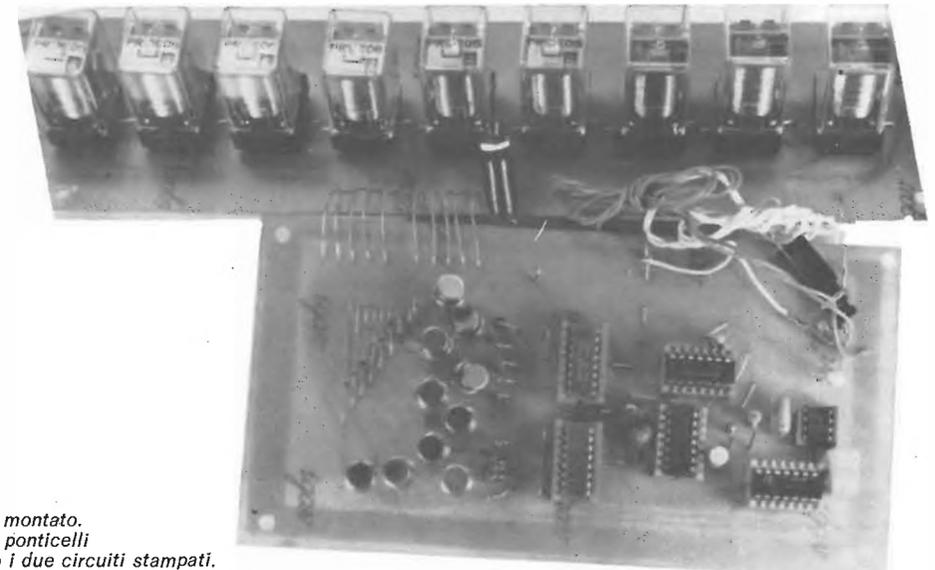

figura 5
La caratteristica saliente del sistema a commutazione sta nel fatto che la potenza viene automaticamente prelevata nella quantità strettamente necessaria, come già detto all'inizio: si tratta di realizzare un circuito in grado di bloccare e sbloccare l'interruttore per tempi che soddisfino la relazione (1). Lo schema a blocchi di questo circuito è rappresentato in figura 5.
Analogamente, se la  $V_{out}$  diminuisce,  $T_{on}$  aumenta, contrastando la diminuzione. Il blocco H (vedi figura 5) rappresenta il rapporto con cui viene ridotta la  $V_{out}$  prima della differenza con  $V_{rif}$  (partitore costituito da  $P_2, R_5$  nello schema elettrico), variando questo rapporto, come del resto anche nel regolatore tipo serie, si varia la tensione di uscita, perché si agisce ancora su  $T_{on}$  e  $T_{off}$ .